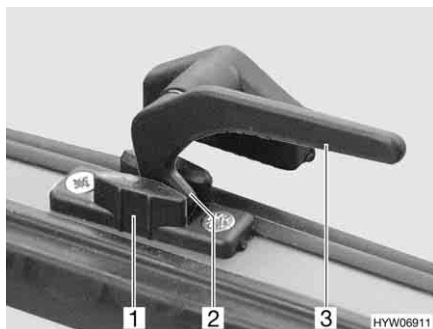

Fig. 25 Leva di serraggio in posizione "Aerazione continua"
- In posizione di "Aerazione continua" (Fig. 25)
- Ruotare la leva di serraggio (Fig. 25,3) di un quarto di giro verso il centro della finestra.
- Girare nuovamente all'indietro la leva di serraggio. Riportare contemporaneamente il nasello di chiusura (Fig. 25,2) nella rientranza della chiusura della finestra (Fig. 25,1).